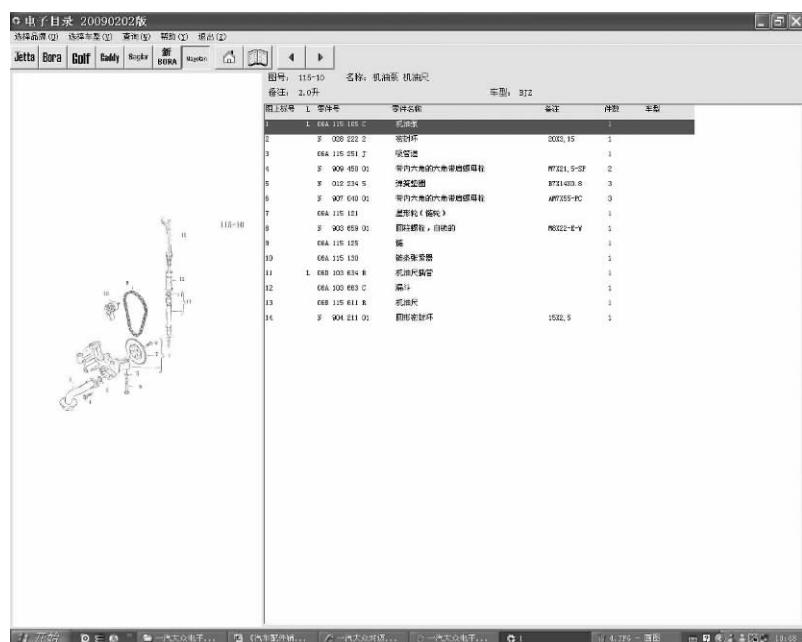
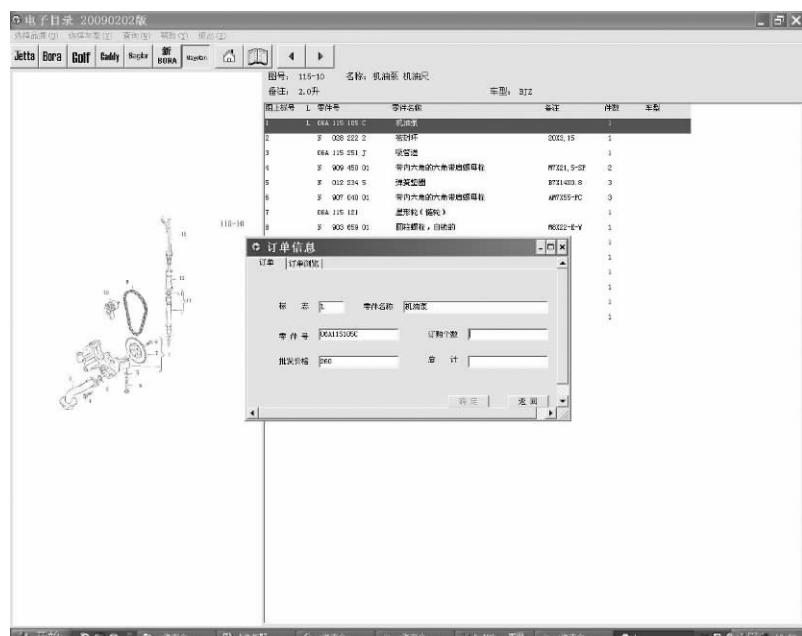

图 2-20 所选相应配件（机油泵）界面
图 2-21 订单信息对话框
⑦ 双击图 2-20 中所显示的项目名称为“机油泵”的项目条，此时将弹出“订单信息”对话框（见图 2-21），显示该配件的编码、价格等。配件编码将为销售人员查询该配件的库存、位置提供依据。销售员可根据图 2-21 所显示的对话框内容向顾客报价，如顾客同意购买，可在对话框中添加“订购数量”，再单击“确定”，生成订单。